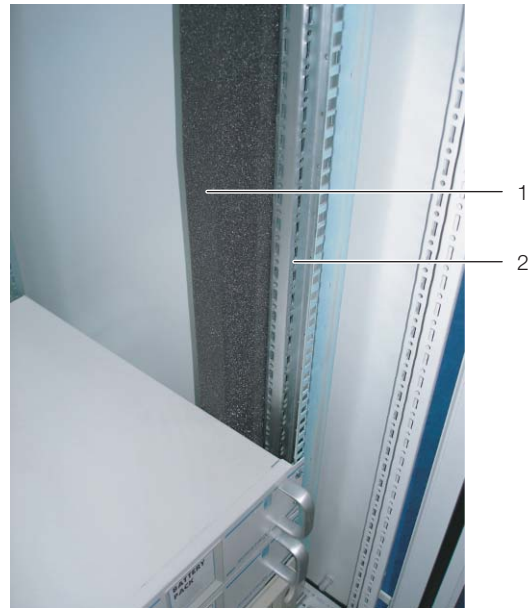

Рис. 14: Поролоновые полоски на одном профиле серверного шкафа
них профилей серверного шкафа (рис. 14).
- **Если LCP DX монтируется только с одной стороны:** закрепите более узкую (арт. № 3301.380 / 3301.390) из двух поролоновых полосок из комплектующих LCP DX снаружи на одном из передних профилей серверного шкафа (рис. 14). Обратите внимание на то, чтобы эти полоски были размещены с той стороны шкафа, с которой будет установлена боковая стенка.